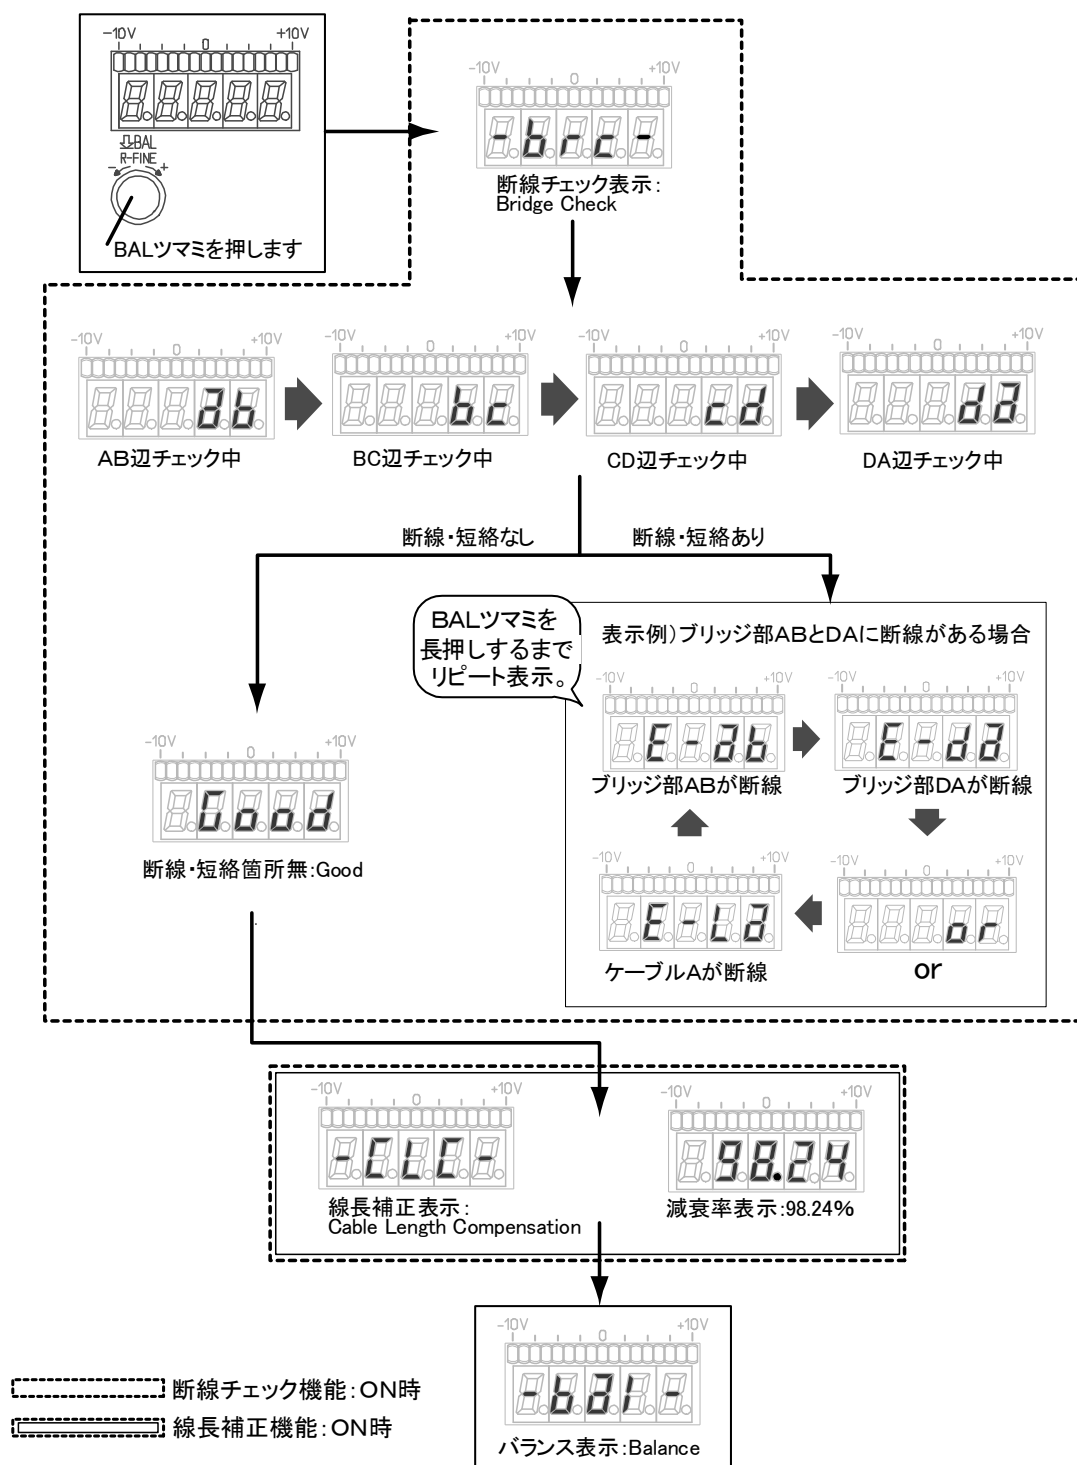

図 2-5 BAL 実行時の表示内容
mV→ $\mu\epsilon$ 、 $\mu\epsilon$ →mVに変更するには校正值設定ツマミ⑫(図2-5参照)を1秒以上、長押することにより変更します。(校正值LEDの単位表示が $\mu\epsilon$ →mVに変更されます。)